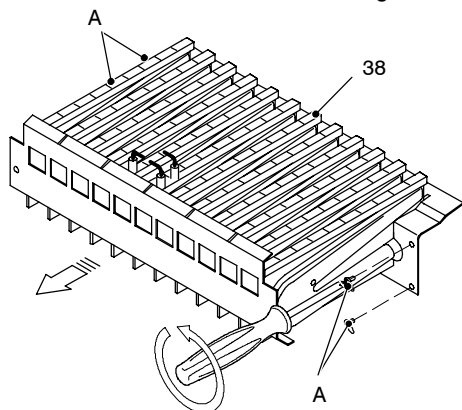

fig. 8.1
- 3 Togliere il pannello anteriore della camera di combustione ed il bruciatore 38 in fig. 8.1